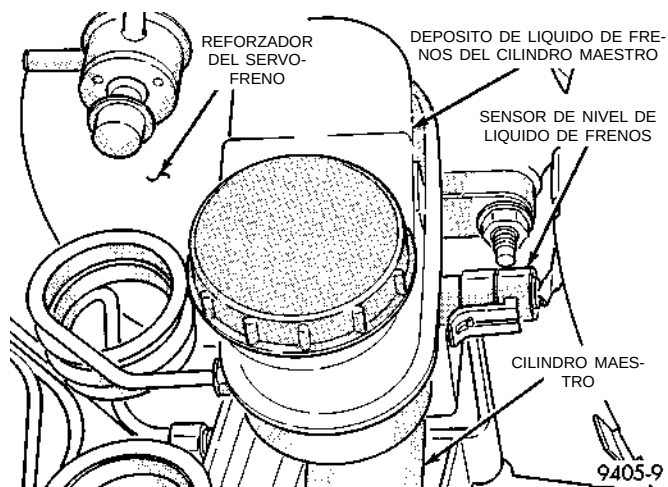

Fig. 12 Sensor de nivel de líquido de frenos del cilindro maestro
(1) Desconecte el cable negativo (masa) de la batería y aislalo.
(2) Desconecte el conector del mazo de cableado del vehículo del sensor de nivel de líquido de frenos, en la base del depósito de líquido de frenos del cilindro maestro (Fig. 12).
(17) Instale el conector del mazo de cableado en el conmutador de nivel de líquido de frenos del depósito del cilindro maestro (Fig. 12).
(18) Purgue el sistema de frenos básico y el sistema hidráulico de frenos antibloqueo. Para informarse sobre los procedimientos requeridos, consulte Purga del sistema hidráulico de frenos básicos, en la sección Procedimientos de servicio de frenos básicos, y Procedimiento de purga del sistema hidráulico de frenos antibloqueo, en la sección Frenos antibloqueo.
(19) Realice una prueba de carretera del vehículo para asegurar el funcionamiento apropiado de los sistemas de frenos básicos y de antibloqueo.